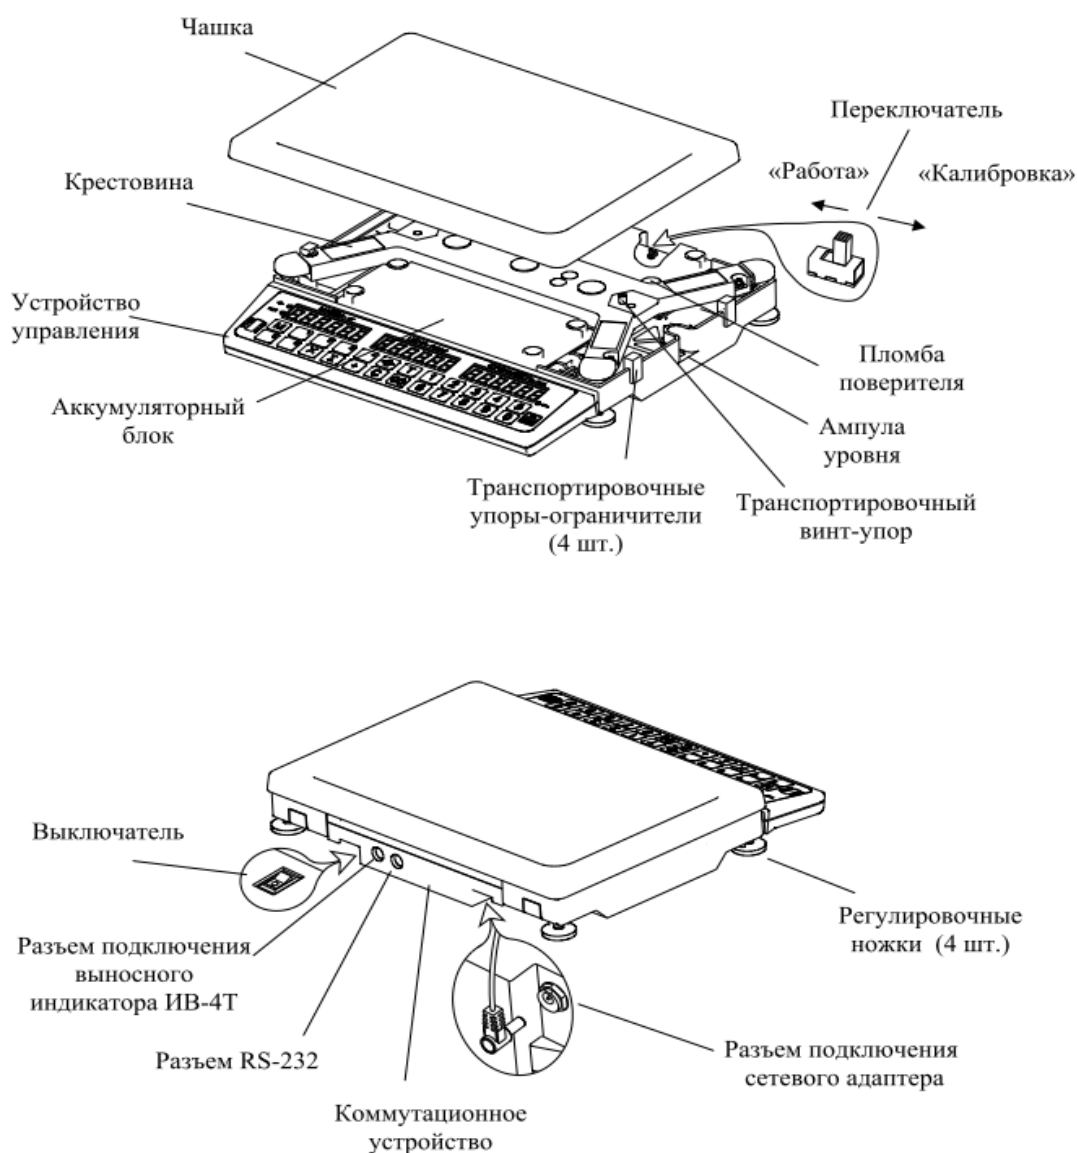

Рис. 5.1- Весы МК\_T21
- включить весы в режим калибровки. Для этого необходимо вывернуть винты крепления крышки коммутационного устройства (Рис. 5.1), снять крышку и установить переключатель режима работы в положение «Калибровка», установить крышку на место;
- установить переключатель в положение «Работа» (Рис. 5.1);